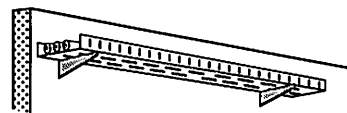

Fig. 3 : 1 - Pose des câbles à l'air libre.
- 1 – pose des câbles à l'air libre (de 11 à 18) (fig. 3) ;